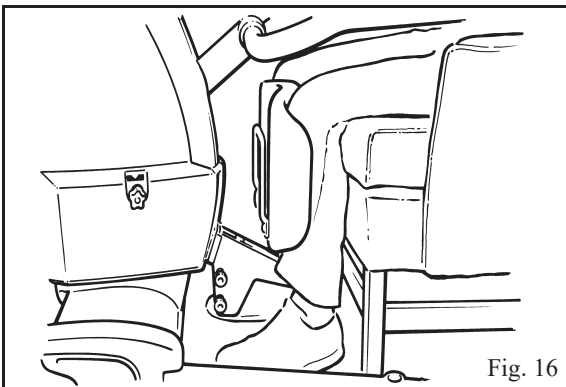

Fig. 16
6. Skyv løfteren forsiktig nærmere slik at bena berører benstøtten. (Se Fig. 16)